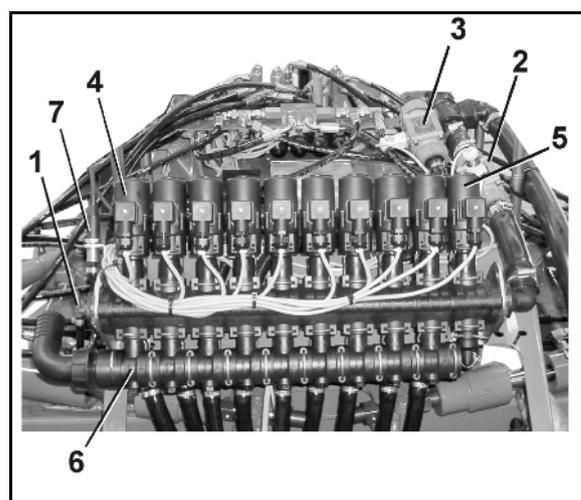

Fig. 97
Die Transportsicherungsbügel dienen zur Verriegelung des eingeklappten Spritz-Gestänges in Transportstellung gegen unbeabsichtigtes Ausklappen. (3) Parallelogramm-Rahmen zur Höhen-Verstellung des Spritz-Gestänges. | <ul style="list-style-type: none"> (4) Düsenschutzrohr (5) Abstandshalter. (6) Außenausleger-Sicherung, siehe Seite 113 (7) Schwingungsausgleich, siehe Seite 116. (8) Ventil und Schalthahn für DUS-System (9) Gestängearmatur, siehe Fig. 97. (10) Aussenwascheinrichtung |